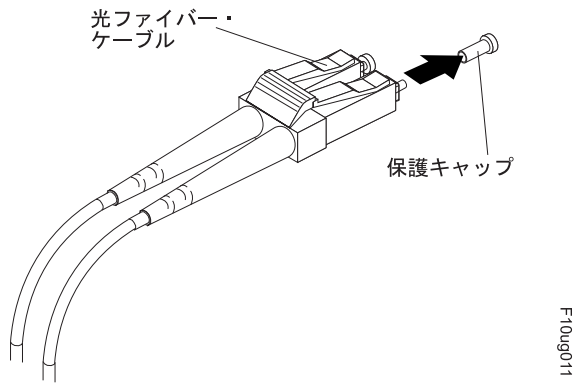

図 30. 光ファイバー・ケーブルからのキャップの取り外し
1. 保護キャップを光ファイバー・ケーブルから取り外します。 62 ページの図 30 を参照してください。